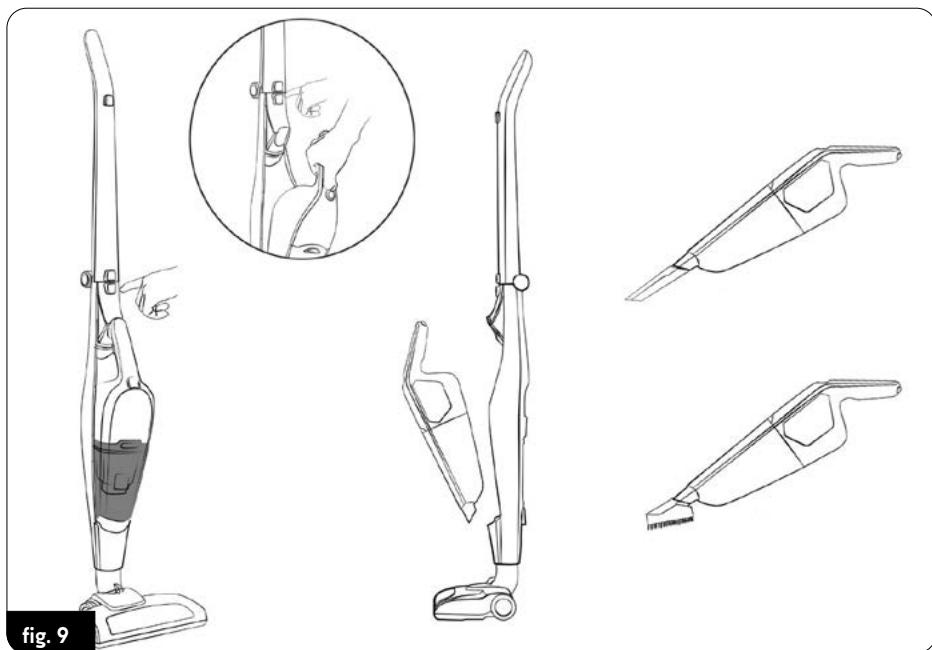

fig. 9
4. Avec l'aspirateur, l'électro Brosse (15) avec LED (16) éclaire la surface à aspirer. L'électro Brosse multifonctionnelle convient à l'aspiration de tous les types de surfaces dures et de tapis.
5. L'utilisation d'équipements supplémentaires de l'aspirateur (petite brosse, brosse caverneuse) est possible après avoir retiré l'aspirateur de la poignée principale. Appuyez sur le bouton (4) et retirez l'aspirateur de la poignée principale (2), puis connectez les accessoires appropriés à l'extrémité de l'aspirateur (Fig.9).